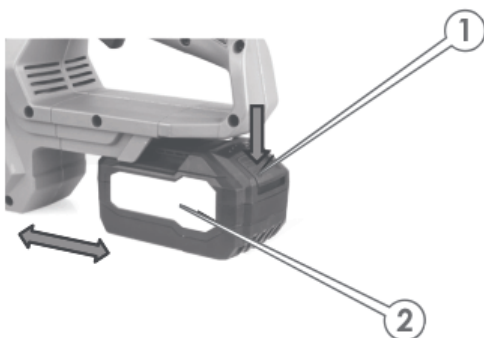

Рисунок 8. Встановлення та зняття акумуляторної батареї.
3. Для встановлення акумуляторної батареї поєднати виступ на акумуляторній батареї з напрямною в корпусі виробу та вставити її (2, рис. 8) повністю на місце (1, рис. 1) приєднання, поки вона не зафіксується на місці з невеликим клацанням.
4. Для заняття акумуляторної батареї натиснути на кнопку (1, рис. 8) на передній частині акумуляторної батареї та зняти її (2, рис. 8) з місця (3, рис. 1) приєднання.